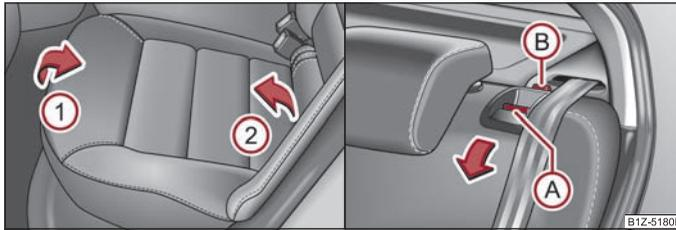

Fig. 60 Rabattre l'assise / déverrouiller le dossier
- Lever l'assise du siège en la tirant dans le sens de la flèche ① et la rabattre vers l'avant dans le sens de la flèche ② ⇒ fig. 60.
- Poussez sur le bouton de déverrouillage ① et rabattez le dossier en avant.
- Vérifiez si la tige rouge ② est masquée ⇒ fig. 60.